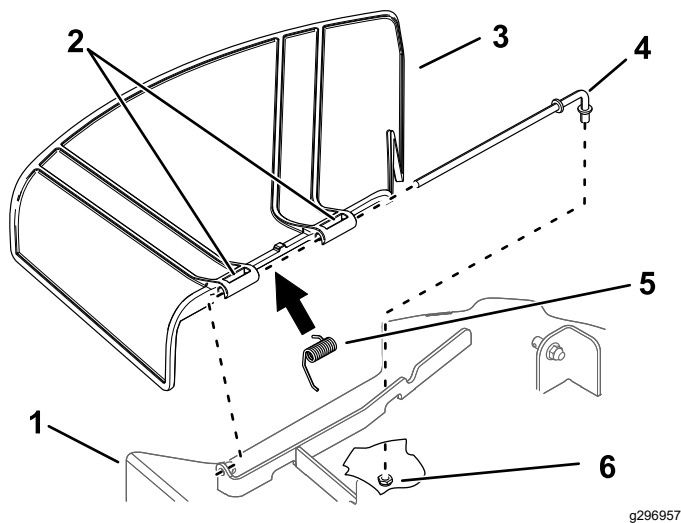

Figure 78
1. Retirez l'écrou ($\frac{3}{8}$ ") de la tige, sous le plateau de coupe (Figure 78).
2. Sortez la tige du support du plateau, du ressort et du déflecteur d'herbe (Figure 78).
4. Montez le nouveau déflecteur d'herbe (Figure 78).
7. Insérez la tige dans le second pivot du déflecteur d'herbe (Figure 78).
9. Fixez l'extrémité arrière de la tige dans le plateau de coupe à l'aide d'un écrou ($\frac{3}{8}$ "), comme montré à la Figure 78.